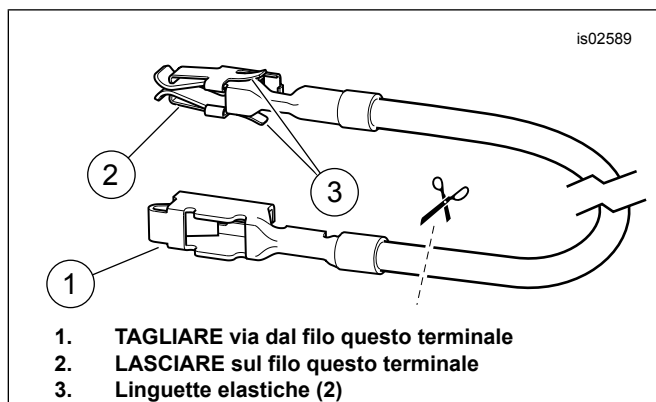
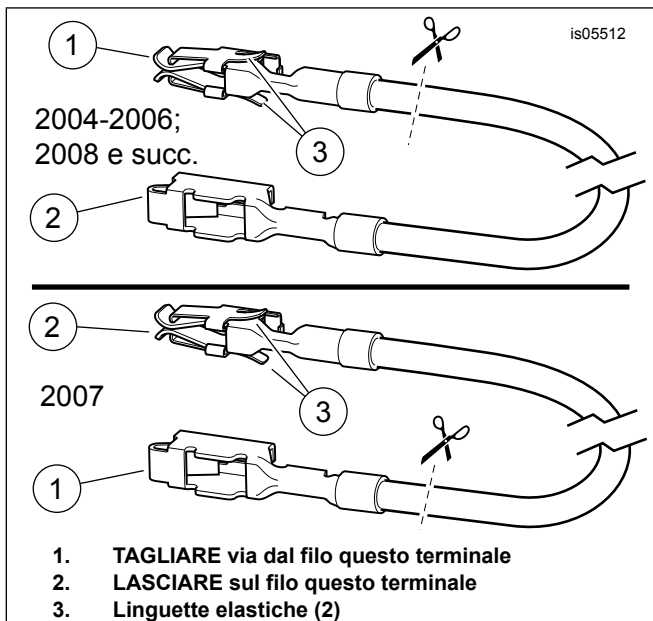
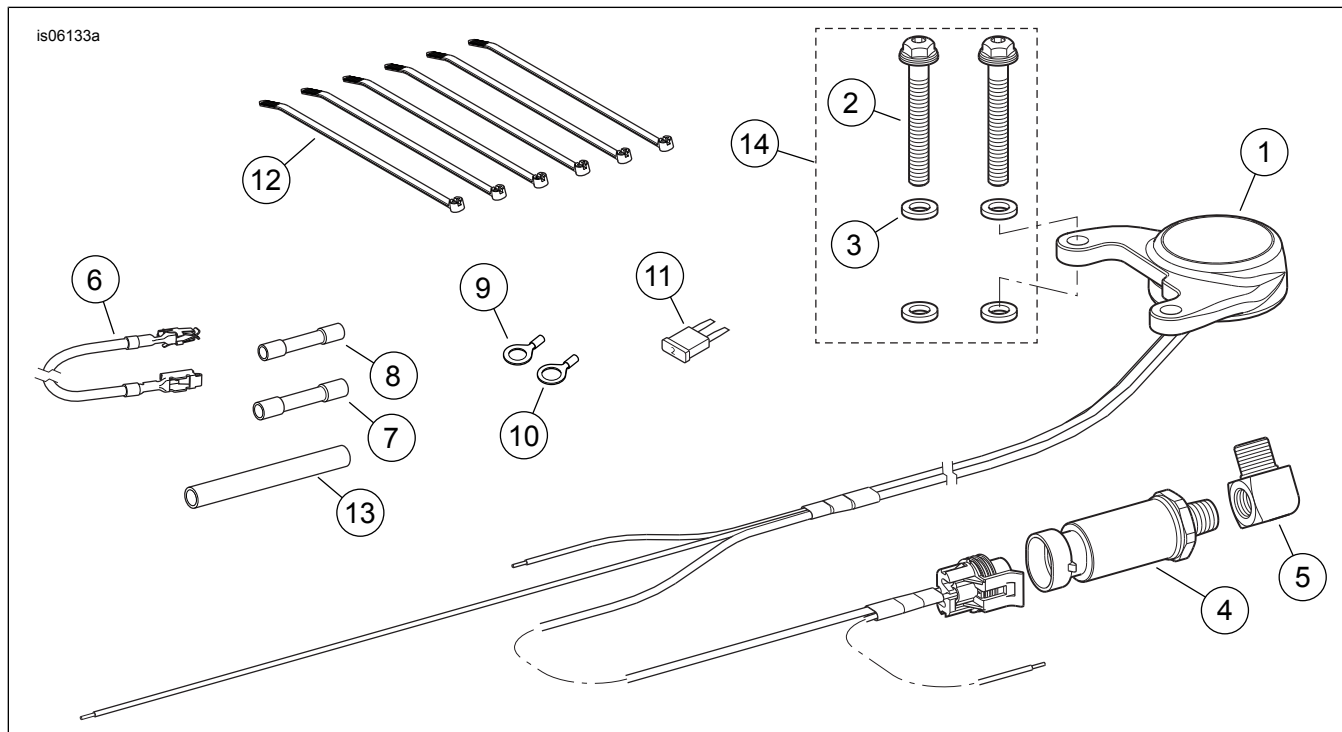

Figura 3. Filo dell'adattatore del pannello fusibili (modelli Dyna e Softail)
Figura 4. Filo dell'adattatore del pannello fusibili (Touring FL)
Figura 5. Parti di ricambio: Manometro digitale dell'olio
8. Vedere Figura 5. Selezionare il terminale ad anello della misura corretta (elemento 9 o 10) che si adatti alla misura della vite di massa o al prigioniero. Tagliare il filo nero di massa nel cablaggio del manometro digitale dell'olio in vicinanza del punto di massa del veicolo. Giuntare il terminale ad anello sul filo di massa nero. Installare il terminale sulla vite di massa o sul prigioniero. Collegare il filo arancione/bianco a una sorgente di alimentazione sul veicolo. Vedere istruzioni e schemi elettrici nel manuale di manutenzione. Per anno e modello del veicolo specifici andare alla sezione che segue.
4. Vedere Figura 5. L'avvertenza sotto la voce Collegamento del cablaggio e il manuale di manutenzione. Usando il connettore a giunto di testa a tenuta blu (7) preso dal kit, giuntare insieme tutti e tre i fili arancione/bianchi.
2. Vedere Figura 5. Prendere dal kit il filo arancione/bianco dell'adattatore del pannello fusibili (6). Vedere la figura 3. Ad ogni estremità, prendere nota del terminale. Nella cavità del fusibile si inserisce solo il terminale CON le linguette elastiche. Tagliare con attenzione il terminale SENZA le linguette elastiche via dal filo ed eliminarlo.
4. Tagliare il tratto in eccesso dal filo arancione/bianco del cablaggio del manometro digitale dell'olio in modo che arrivi in un punto facilmente raggiungibile del filo arancione/bianco dell'adattatore installato al punto 3. Vedere la figura 5. Prendere il connettore blu a giunto di testa a tenuta (7). Giuntare il filo arancione/bianco del cablaggio del manometro digitale dell'olio al filo arancione/bianco dell'adattatore.
5. Vedere Figura 5. Inserire il fusibile da 2 A (11) nella cavità "OPEN" (inutilizzata) per chiudere il circuito.
3. Vedere Figura 3. Prendere dal kit il filo arancione/bianco dell'adattatore del pannello fusibili (6). Ad ogni estremità, prendere nota del terminale. Nella cavità del fusibile si inserisce solo il terminale CON le linguette elastiche. Tagliare con attenzione il terminale SENZA le linguette elastiche via dal filo ed eliminarlo.
5. Tagliare il tratto in eccesso dal filo arancione/bianco del cablaggio del manometro digitale dell'olio in modo che arrivi in un punto facilmente raggiungibile del filo arancione/bianco dell'adattatore installato al punto 4. Prendere dal kit il connettore blu a giunto di testa a tenuta (7). Giuntare il filo arancione/bianco del cablaggio del manometro digitale dell'olio al filo arancione/bianco dell'adattatore.
6. Vedere Figura 5. Inserire il fusibile da 2 A (11) preso dal kit nella cavità "P&A IGN" per chiudere il circuito.
3. Vedere Figura 5. Prendere dal kit il filo arancione/bianco dell'adattatore del pannello fusibili (6).
- a. **Modelli 2004-2006:** vedere Figura 4. (vista superiore). Ad ogni estremità, prendere nota del terminale. Nella cavità del fusibile si inserisce solo il terminale **SENZA** le linguette elastiche. Tagliare con attenzione il terminale **CON** le linguette elastiche via dal filo ed eliminarlo.
- b. **Modelli 2007:** vedere Figura 4. (vista inferiore). Ad ogni estremità, prendere nota del terminale. Nella cavità del fusibile si inserisce solo il terminale **CON** le linguette elastiche. Tagliare con attenzione il terminale **SENZA** le linguette elastiche via dal filo ed eliminarlo.
- c. **Modelli 2008-2013:** vedere Figura 4. (vista superiore). Ad ogni estremità, prendere nota del terminale. Nella cavità del fusibile si inserisce solo il terminale **SENZA** le linguette elastiche. Tagliare con attenzione il terminale **CON** le linguette elastiche via dal filo ed eliminarlo.
6. Tagliare il tratto in eccesso dal filo arancione/bianco del cablaggio del manometro digitale dell'olio in modo che arrivi in un punto facilmente raggiungibile del filo arancione/bianco dell'adattatore installato al punto 5. Prendere dal kit il connettore blu a giunto di testa a tenuta (7). Giuntare il filo arancione/bianco del cablaggio del manometro digitale dell'olio al filo arancione/bianco dell'adattatore.
7. Vedere Figura 5. Inserire il fusibile da 2 A (11) preso dal kit nella cavità "P&A IGN" per chiudere il circuito. Installare i tre fusibili rimossi al punto 4 nelle cavità corrette.